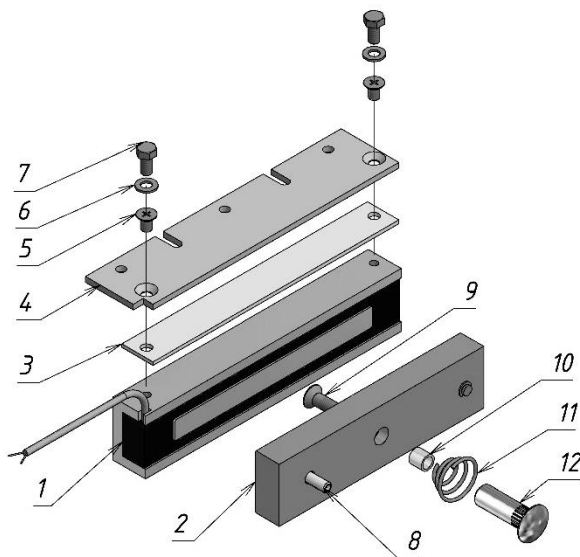
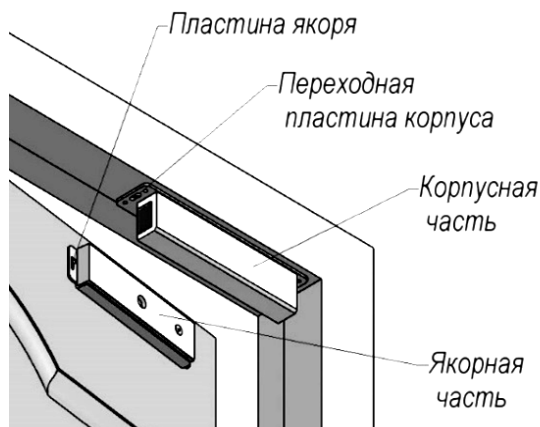

Рисунок 1 – Комплект поставки замка AL-180FB-01
Рисунок 4 – Вариант крепления корпуса замка на переходной пластине
3.2 В комплект поставки замка AL-180FB-01 (рисунок 1)
5.1 Корпус замка размещается в верхней части дверной коробки (рисунок 4). Крепление корпуса к дверной коробке производится с помощью переходной планки (рисунок 1 поз.4) или монтажного уголка (рисунок 3 поз.1).
5.3 При установке корпуса на переходную планку (рисунок 1 поз.4) крепление корпуса к планке выполняется винтами М5х8 (поз.5). Предварительное крепление планки с корпусом к дверной коробке выполняется саморезами через регулировочные пазы в планке.
5.4 При установке корпуса на монтажный уголок (рисунок 3 поз.1) крепление корпуса к угольнику осуществляется через переходную планку (рисунок 1 поз. 3) болтами М5х10 с шайбами (поз.7, 6).